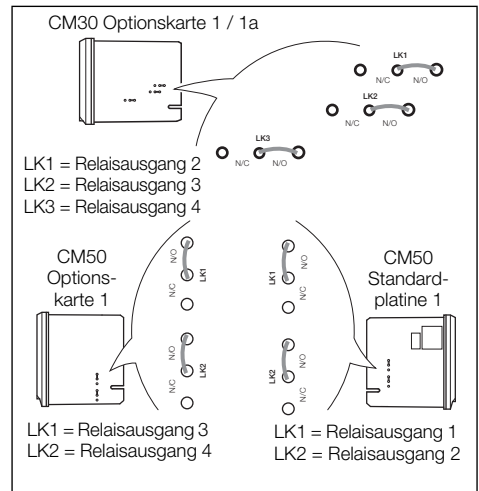

Abb. 4.12 Verbindungsbrücken für Relaisausgänge
1. Die Zuordnung der einzelnen Verbindungsbrücken zu den Relaisausgängen ist in Abb. 4.12 dargestellt.